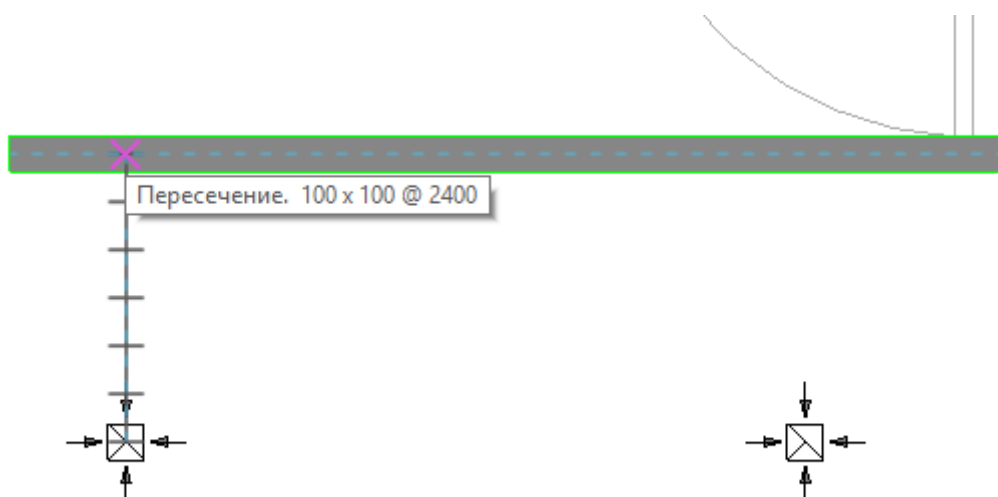
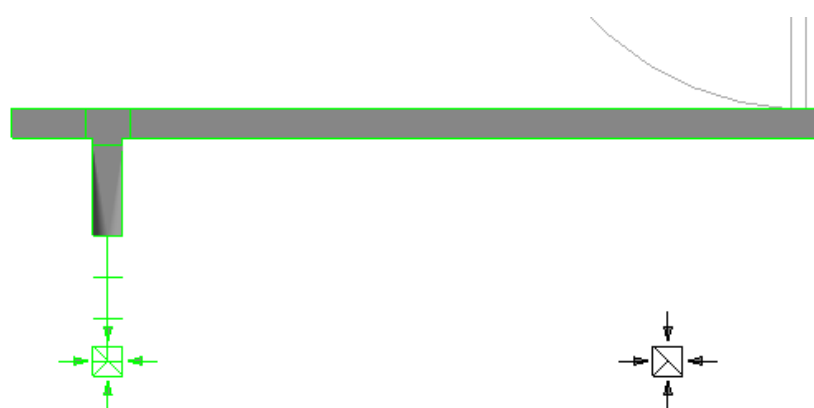

Рисунок 5.14. Процесс соединения воздухораспределителя с магистральным воздуховодом
Рисунок 5.15. Общий вид узла соединения
5.3. Нажав сначала на соединитель, а затем в нужном месте – на воздуховод, присоединить воздухораспределитель к воздуховоду (рис. 5.14), и при этом согласно ранее установленным настройкам произойдет формирование узла соединения гибкого круглого и оцинкованного прямоугольного воздуховодов: на магистрали установятся тройник и переход с прямоугольного на круглое сечение (рис. 5.15).